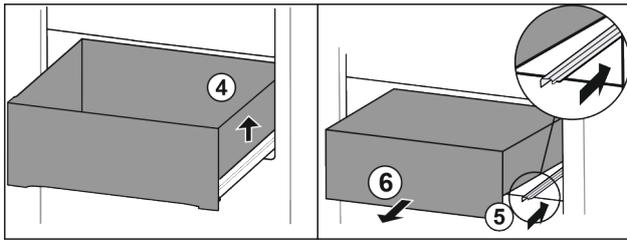

Fig. 23
- ▶ Sollevare il cassetto a destra. Fig. 23 (4)
- ▶ Inserire la guida destra. Fig. 23 (5)
- ▶ Rimuovere il cassetto tirandolo in avanti. Fig. 23 (6)